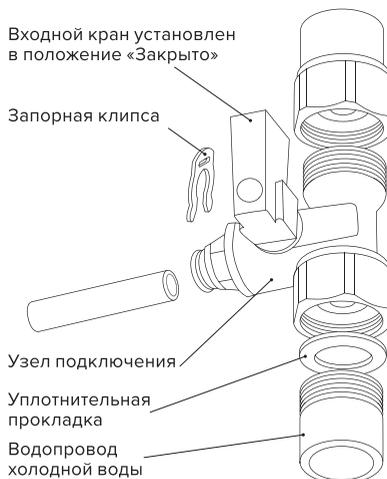

Рис. 3. Схема установки узла подключения
- Подсоедините узел подключения к водопроводу (рис. 3). При необходимости для уплотнения наружной резьбы узла подключения используйте ленту ФУМ.